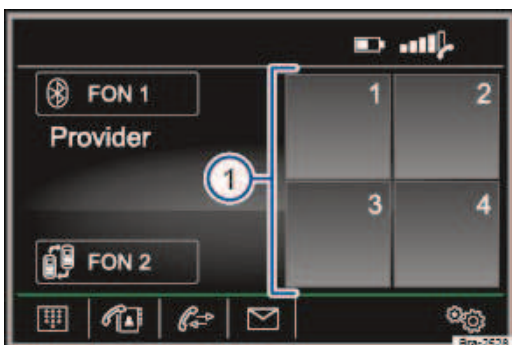

Fig. 42 Menu principal PHONE
Vous pouvez affecter une entrée de votre liste de contacts à vos favoris (touches de raccourci) ⇒ Fig. 42①.